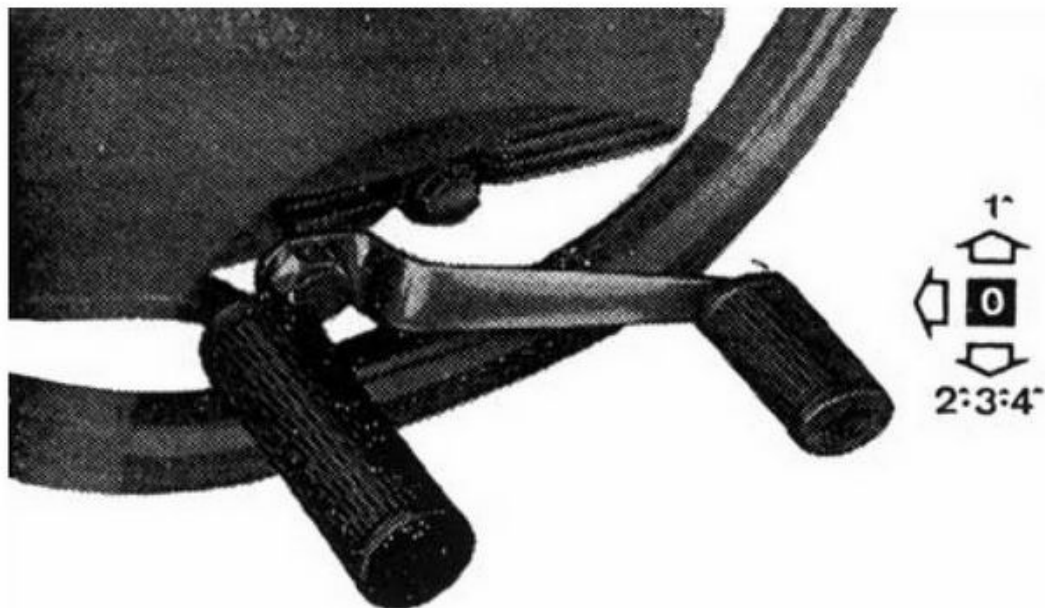

Fig. 13
Messo in moto il motore come sopra descritto, si avvia il motociclo nel modo seguente. Tirare a fondo la leva della frizione, spingere in alto il pedale del cambio onde passare dalla posizione di folle (O) a quella di 1^a velocità (vedi fig. 13), indi abbandonare gradualmente la leva della frizione accelerando progressivamente nel contempo il motore.